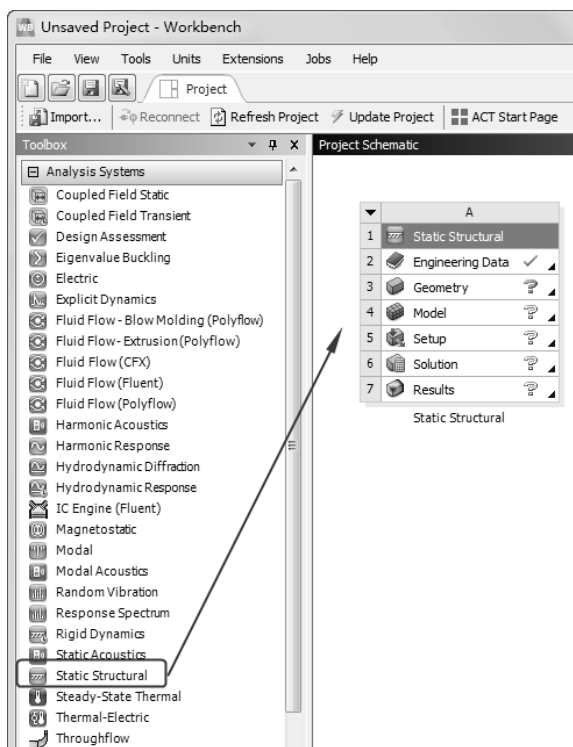

图 1-19 添加 Static Structural 选项
- 01 将工具箱中的 Static Structural 选项直接拖曳到项目管理界面中或是直接在项目上双击载入，结果如图 1-19 所示。